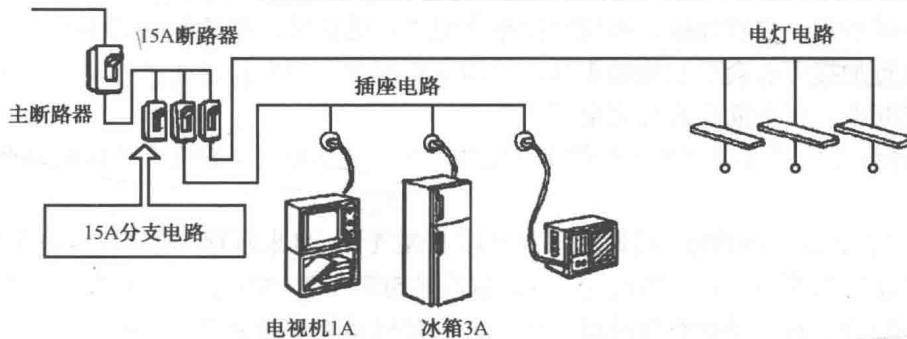

图 1-1-3 空调的非专用分支电路
⑤ 对于用电量小的空调器，在设置空调器专用分支电路有困难的情况下，可以把空调器接在非专用分支电路上，如图 1-1-3 所示。